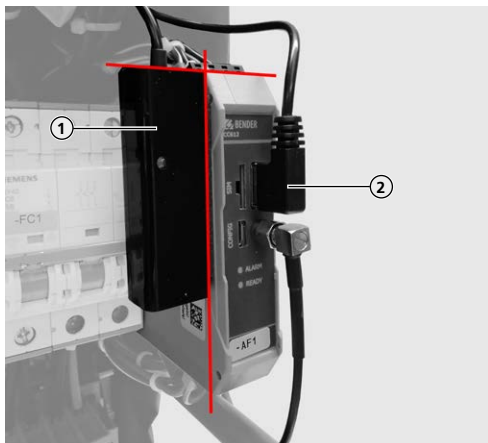

Fig. 4: Incollare l'adattatore USB-Ethernet a filo con l'unità ECU
- ▶ Incollare l'adattatore USB-Ethernet **(1) a filo** con l'unità ECU (vedi Fig. 4).